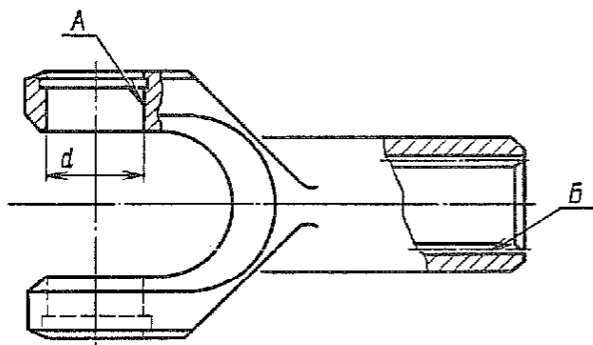

Рис. 194. Вилка верхняя карданного вала
2.2. Верхняя вилка карданного вала (рис. 194)